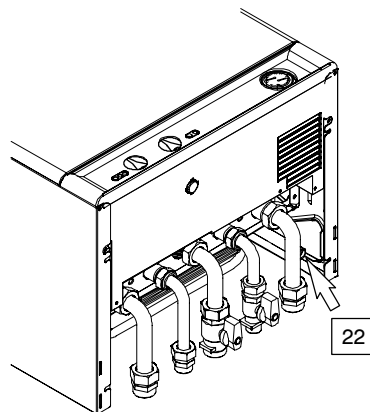

fig. 5.3
- Collegare lo scarico della valvola di sicurezza 22 in fig. 5.3 ad un imbuto di scarico.